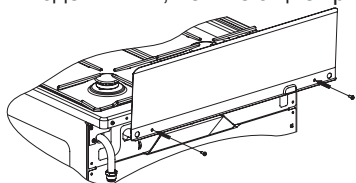

рис. 1
- Модели плит, не имеющие крышку стола, комплектуются щитком, который закрепляется перед установкой плиты (рис.1).
- **Установка щитка** на плиты моделей GM141 001, GM141 101. Установку щитка производить путем крепления к столу двумя винтами (см. рис. 1). Винты для крепления щитка находятся в пакете с комплектующими.